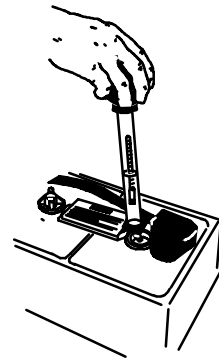

FIG. 41
1. Vérifiez la densité spécifique à l'aide d'un hydromètre, pour déterminer le niveau de charge et l'état des batteries (Figure 41). Si un ou plusieurs des éléments des batteries est (sont) plus faible(s) que les autres éléments des batteries (de 0,050 ou plus), cela signifie que l'élément (les éléments) est (sont) endommagé(s), que sa (leur) capacité est réduite ou qu'il(s) va (vont) bientôt tomber en panne. Comparez les mesures hydrométriques avec le tableau suivant pour déterminer le niveau de charge.